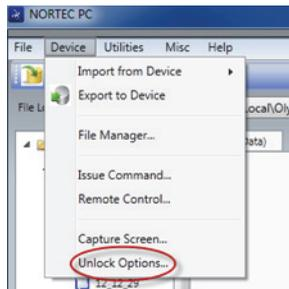

Figura 6-26 Comando de desbloqueo de opciones
2. En el menú **Device** del *software* NORTEC PC, seleccione la opción **Unlock Options**. Vea la Figura 6-26 en la página 360.